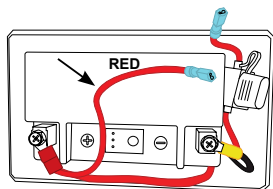

Fig. 5
- 4.** Vous verrez que l'un des fils ROUGE que vous avez déconnecté à l'étape 3 est acheminé sous le fil noir connecté à la batterie. Redirigez ce fil en lui permettant de passer directement au-dessus de la batterie (FIG. 5).